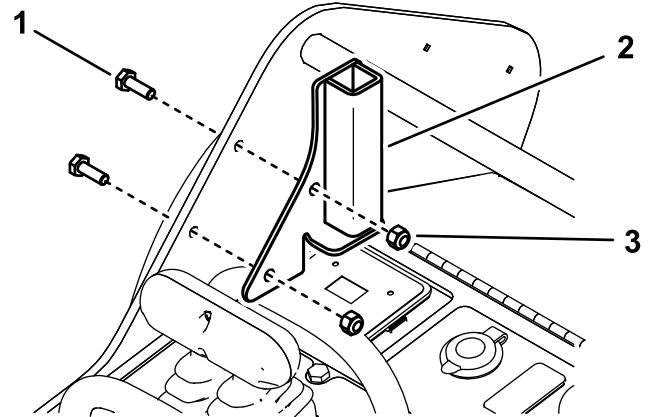

Figura 7
3. Montai consola scutului stânga pe cadrul din stânga cu 2 uruburi ($\frac{1}{4} \times \frac{3}{4}$ ") i 2 contrapiulie ($\frac{1}{4}$ ") aa cum se arată în Figura 7.
4. Montai consola scutului dreapta pe cadrul din dreapta cu 2 uruburi ($\frac{1}{4} \times \frac{3}{4}$ ") i 2 contrapiulie ($\frac{1}{4}$ "), în mod similar cu Figura 7.